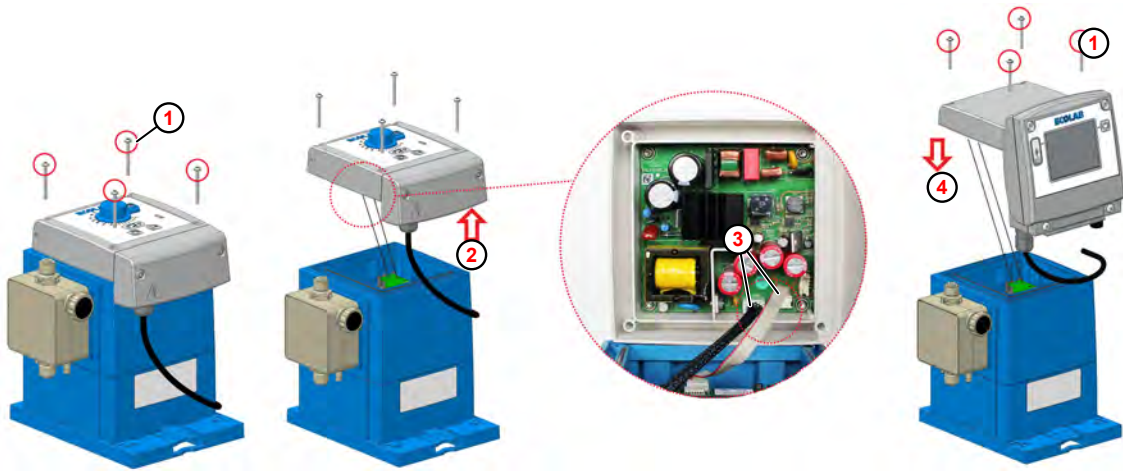

Fig. 33: Actualización a EcoAdd
1. ▶ Aflojar los tornillos de fijación ( Fig. 33 , ① ) de la unidad de control **EcoUp** con una llave Torx (TX25).